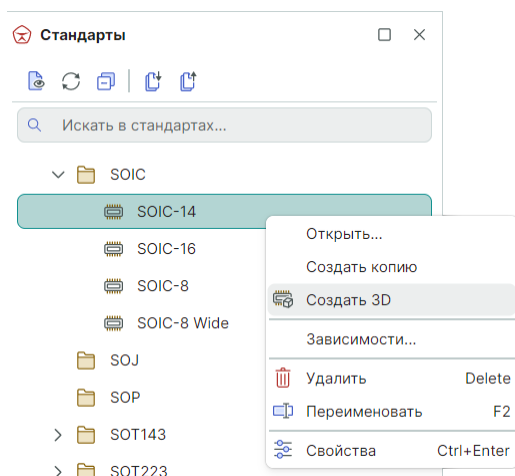

Рис. 120 Создание 3D модели корпуса
2. Вызовите контекстное меню и выберите пункт «Создать 3D», см. Рис. 120.